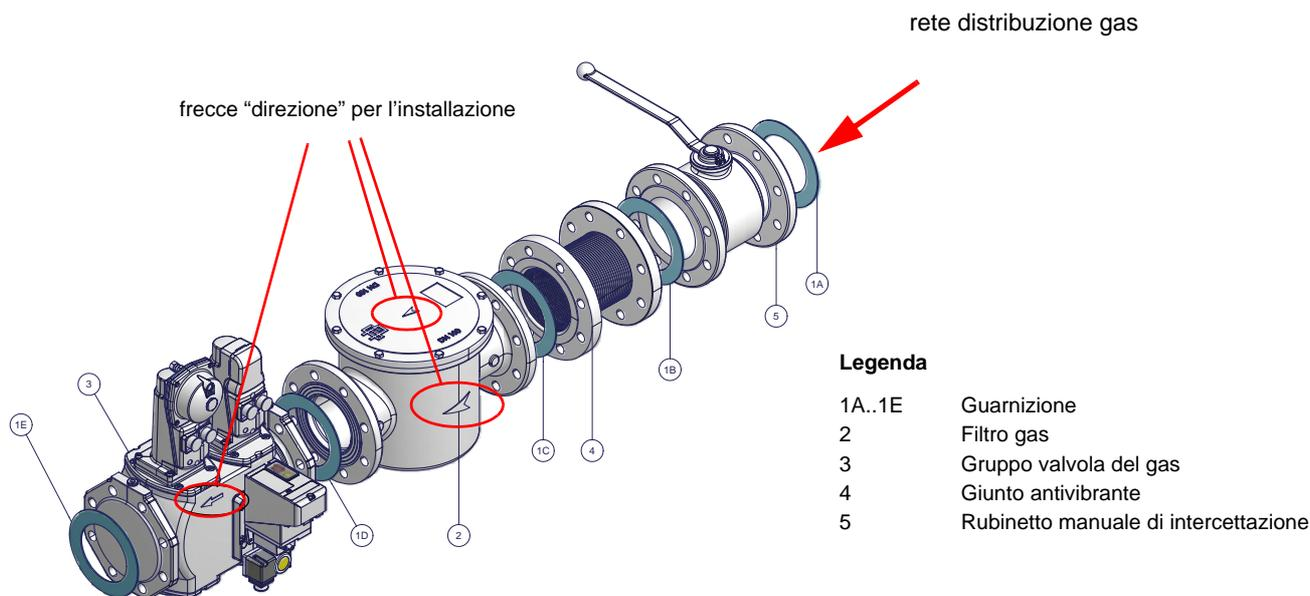

Fig. 4 - Esempio di rampa gas
- 1-b) nel caso di giunti flangiati: interporreátra un componente e l'altro, una guarnizione (n. 1A..1E - Fig. 4) compatibile con il gas utilizzato,
ATTENZIONE: una volta montata la rampa secondo lo schema riportato in Fig. 4, deve essere effettuata la prova di tenuta del circuito gas, secondo le modalit a previste dalla normativa vigente.
ATTENZIONE: una volta montata la rampa secondo lo schema riportato in Fig. 4, deve essere effettuata la prova di tenuta del circuito gas, secondo le modalità previste dalla normativa vigente.